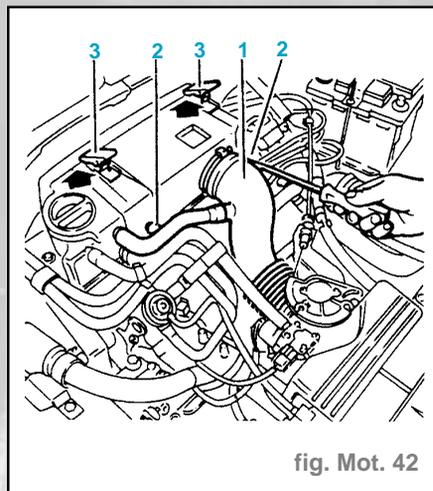

fig. Mot. 42
- Déposer le raccord (1) (fig. Mot. 42).
- Desserrer les vis (2).
- Soulever les deux agrafes (3).